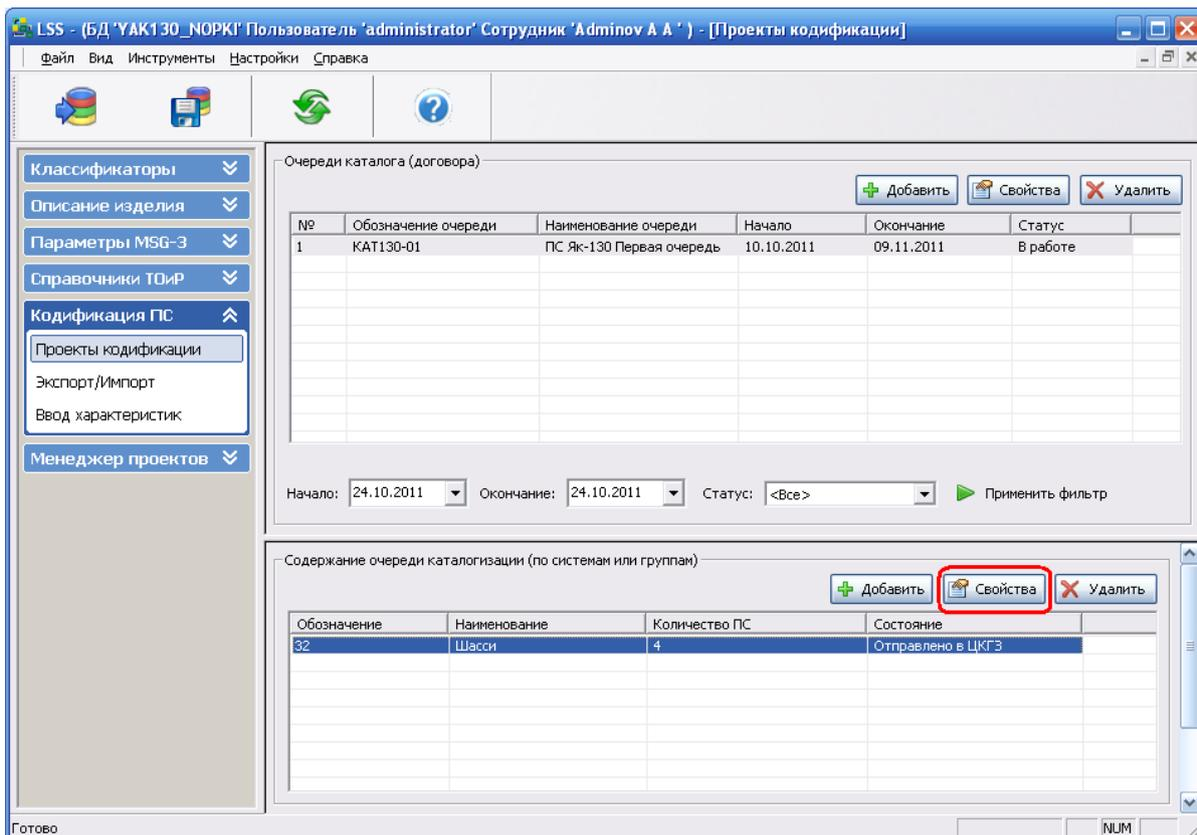

Рис. 2-14
1. В нижней части окна раздела **Проекты кодификации** выделите существующую группу, в которую добавлены изделия, и нажмите на кнопку **Свойства** (рис. 2-14).